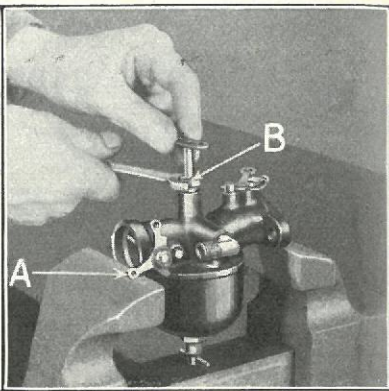

Fig. 427
- 874** Løft Karburatoren ud og anbring den i en Skruestik, idet De holder den paa Spjældet og Indsugningsflangen. For at holde Karburatoren paa denne Maade er det nødvendigt at dreje Spjældarmen tilbage (Fig. 427-A). Dette forhindrer Beskadigelse af Akslen i Indsugningspladen.
- 875** Udtag Naaleventilen ved at skrue Møtrikken »B« af (Fig. 427).